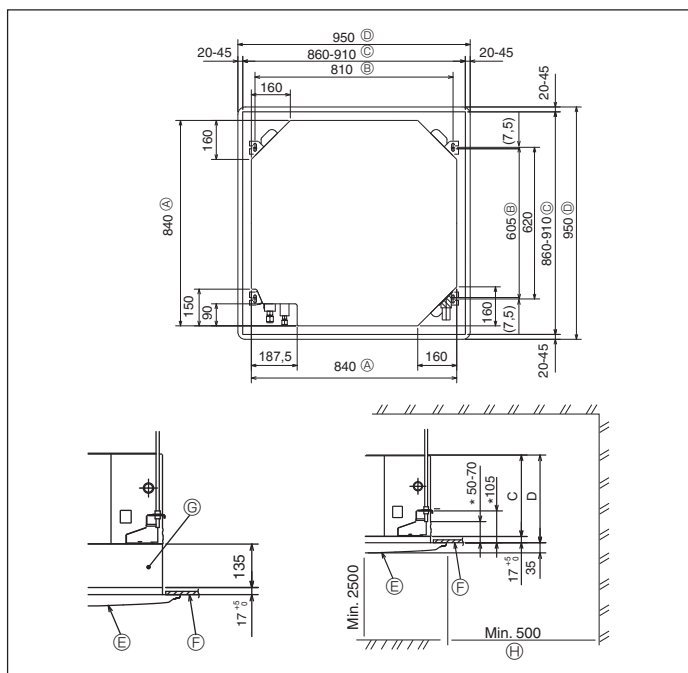

Fig. 3-2
### 3.2. Posizione delle aperture a soffitto e dei bulloni di sospensione (Fig. 3-2)
- \* Le dimensioni dell'apertura sul soffitto possono variare entro l'intervallo indicato nella Fig. 3-2; pertanto, centrare l'unità principale nell'apertura, accertandosi di lasciare lo stesso spazio tra le due coppie di lati opposti.